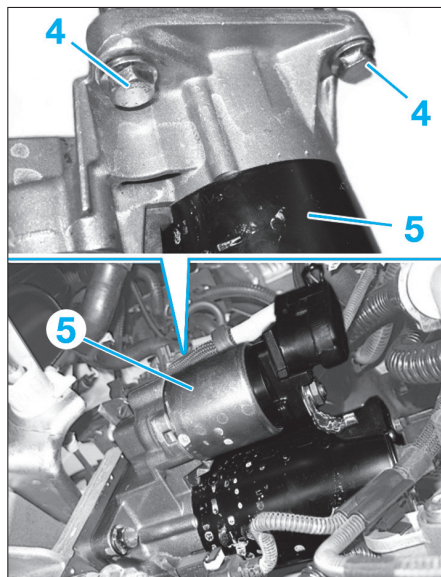

Fig. 7
• Déposer les vis supérieures (4) du démarreur (5) (Fig.7).